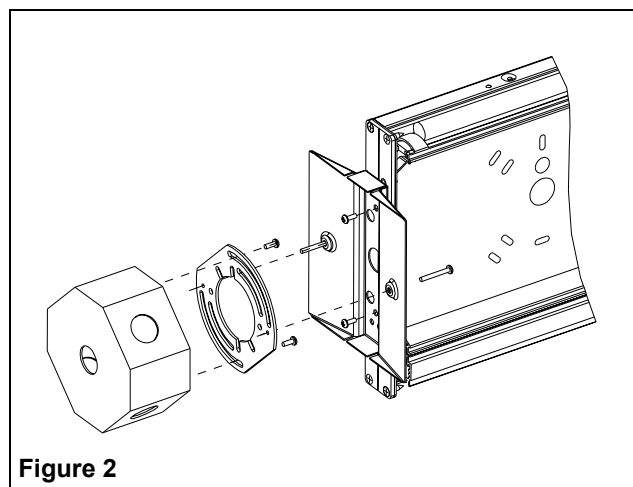

Figure 2
- c. Installer la plaque de fixation à la boîte de jonction à l'aide des vis de la boîte de jonction (voir fig. 2).
- f. Utiliser les vis de pavillon 1" pour fixer l'ensemble pavillon/enseigne au plafond ou au mur. Insérer les vis dans les pavillons et les plaques de fixation (voir fig. 2).